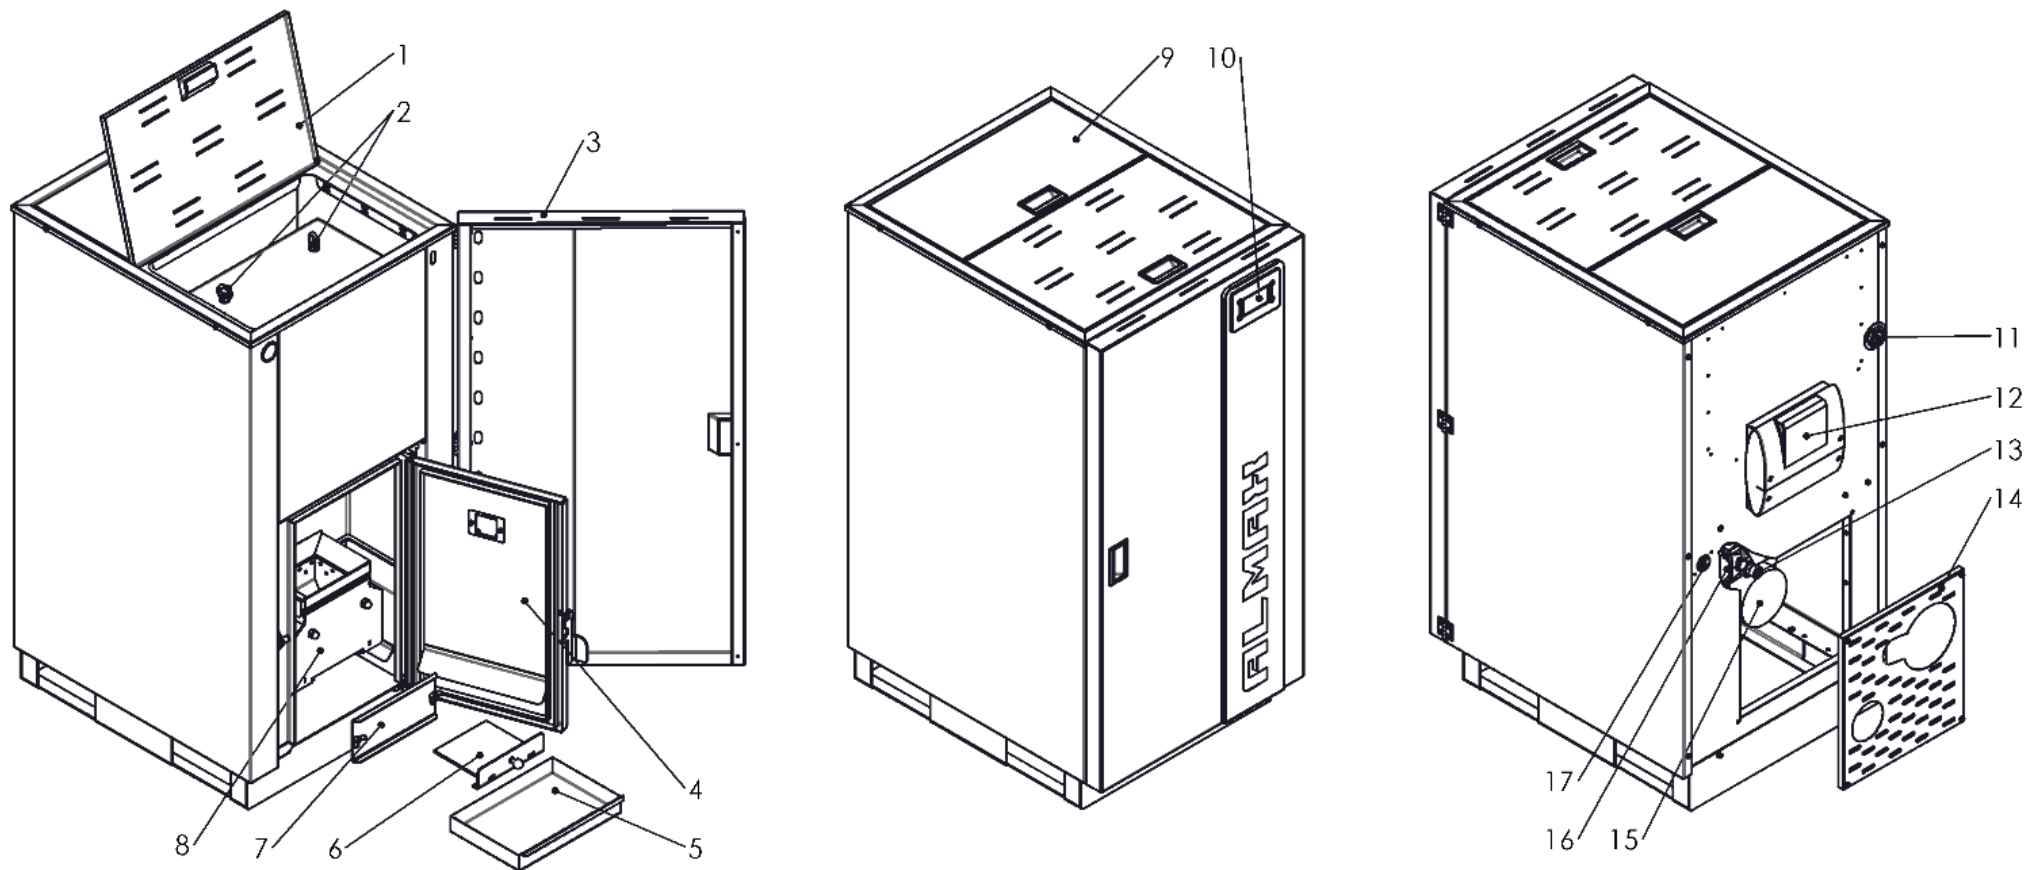

Рисунок 5.1 – Зовнішній вигляд та основні елементи котла
- Регулярно чистіть зольник коли котел не працює, а також трубчастий теплообмінник використовуючи механізм чищення поз.2 (рис. 5.1).
- Один раз на місяць, очистіть внутрішню порожнину котла, відкривши заглушку поз.7 (рис. 5.1). відкрутивши 2 гайки. Вакуумним апаратом очистіть поверхню.